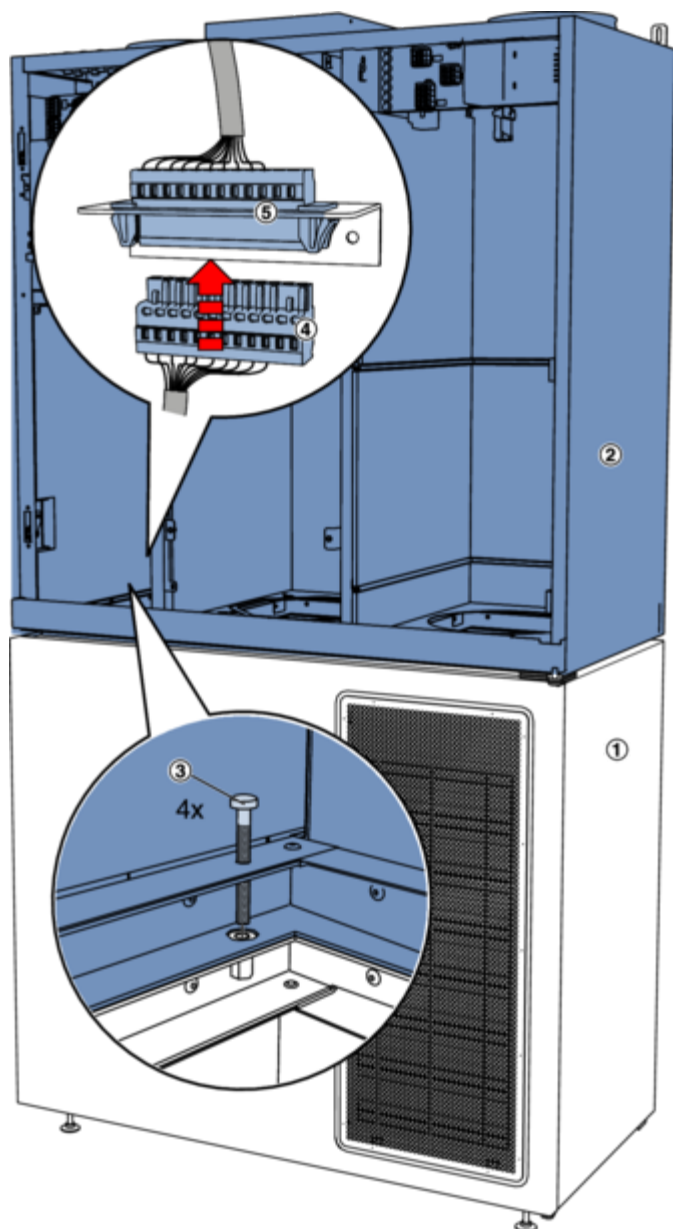

Abb. 17: Befestigung Geräteoberteil
- 11 ▶** Geräteoberteil seitlich und auf der Rückseite mit dem Unterteil ausrichten. Beim Erreichen der richtigen Position rastet das Oberteil auf dem Unterteil ein. Danach die vier Verbindungsschrauben (Abb. 17 /3) jeweils an den Ecken einschrauben. Stecker (Abb. 17 /4) in die Buchse (Abb. 17 /5) einstecken. Erdungsstecker vom Geräteunterteil und Geräteoberteil verbinden.